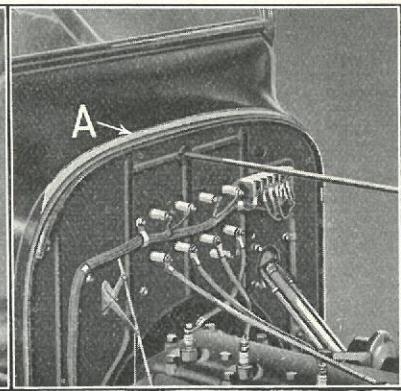

Fig. 114
- (b) Indlæg Filt mellem Karosseri og Forbrædt (Fig. 114-A).